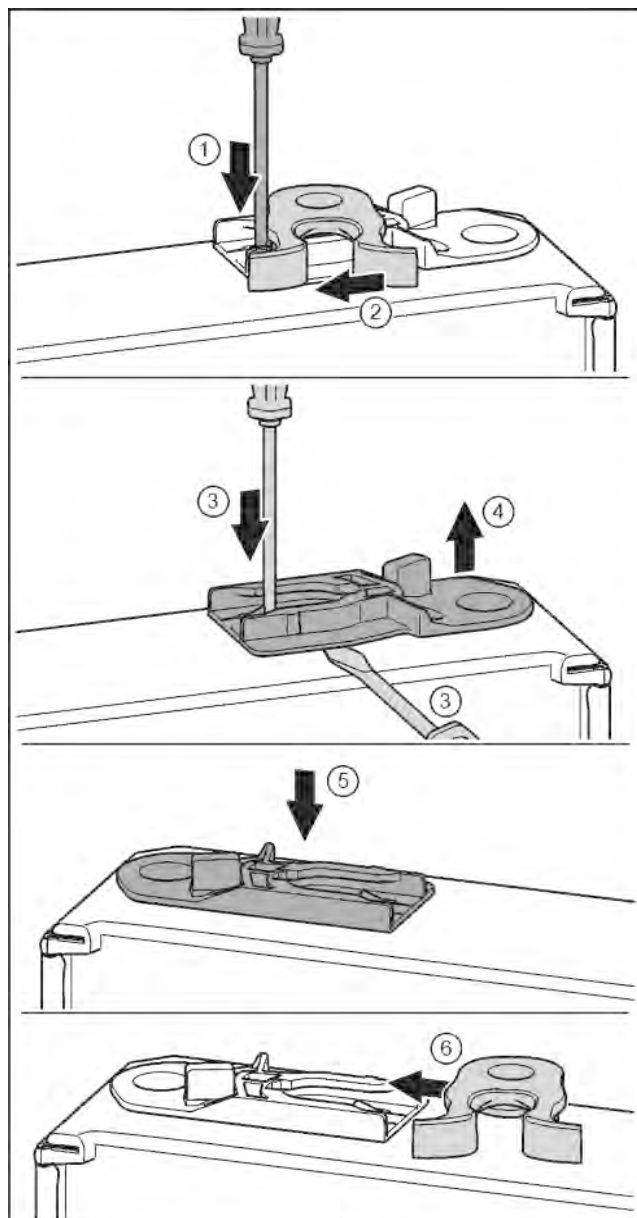

Fig. 19
- ▶ Odvijačem s prorezom pritisnite jezičac prema dolje. Fig. 19 (1)
- ▶ Izvucite kuku za zatvaranje iz vodilice. Fig. 19 (2)
- ▶ Izvucite čahuru za vođenje: Odvijačem s prorezom pritisnite jezičac i istovremeno umetnite odvijač s prorezom ispod čahure za vođenje. Fig. 19 (3, 4)
- ▶ Gurnite čahuru za vođenje koja je uključena u isporuku na drugoj strani uređaja. Fig. 19 (5)
- ▶ Gurnite kuku za zatvaranje u vodilicu. Fig. 19 (6)